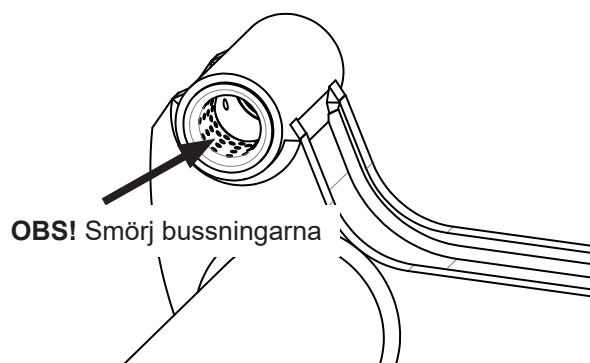

Bild 38. Var noga att initialsmörja metallbussningar
2. Smörj metallbussningarna på övre lagring av arm, se till att de små hålen på bussningens insida är fyllda med fett. Se Bild 38. Använd Zepro smörjmedel eller motsvarande.